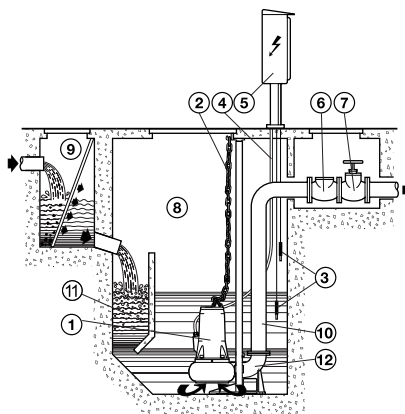

Fig. 6
- fest, mit Elektropumpe positioniert auf dem Stützfuss, festgemacht am Boden des Abflussschachtes oder Sammelbeckens (Abb.6).
### (ABB. 6)
Für die Elektropumpen ohne integrierten Schwimmerschalter ist die Installation eines Kontrollsystems, mittels Sonde (Abb. 6), oder anderer Apparaturen, welche das Minimalniveau der Flüssigkeit garantieren und welche die Elektropumpe gegen einen Trockenlauf schützenden, erforderlich.
Erhältlich auch mit Schwimmerschalter. Der Kondensator ist im Inneren des Motors eingebaut. Das Schutzsystem ist vom Verbraucher festzulegen (Fig. 6)